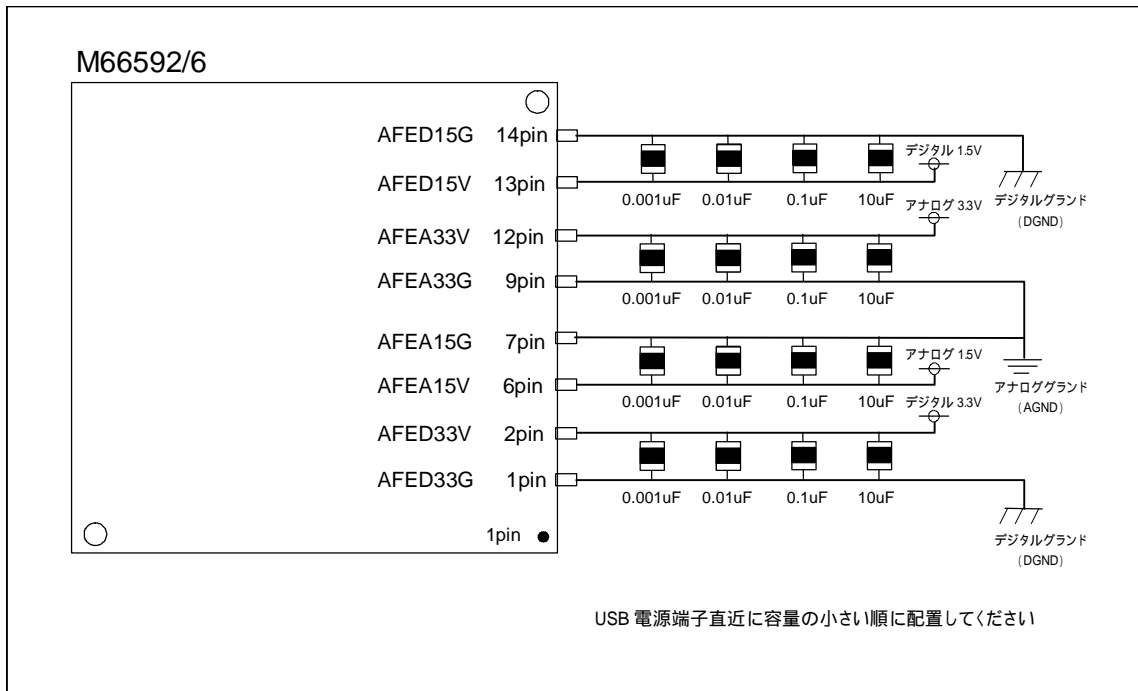

図 3.1 デカップリングコンデンサ配置例
- デカップリングコンデンサの容量値としては、0.001uF, 0.01uF, 0.1uF, 10uF の容量を USB 電源端子の直近に配置することを推奨します。図 3.1にデカップリングコンデンサの配置例を示します。